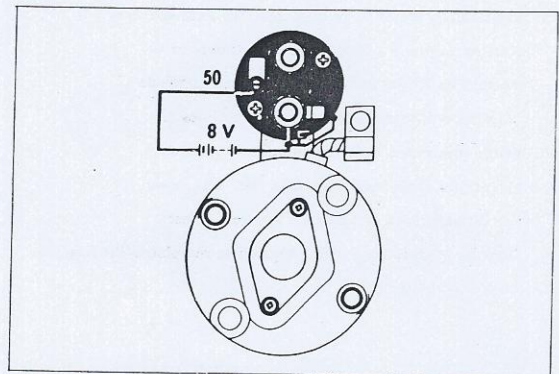

Fig. 6-16 Contrôle de retenue du solénoïde
2. Contrôler la retenue du solénoïde en branchant les fils sur le corps du solénoïde et sur la borne principale "F" inférieure et appliquer une tension de 8 volts entre la borne principale "F" et la borne "50" pour attirer le plongeur à l'intérieur. A ce moment, débrancher la borne "F" seulement et appliquer la tension de 8 volts seulement au bobinage de retenue. Si le solénoïde est en position intérieure, le solénoïde est satisfaisant. (Voir Fig. 6-16)